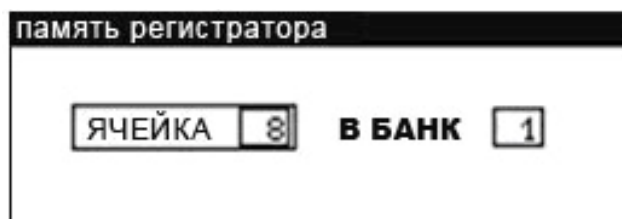

Рис.47. Очистка ячейки памяти : 1 – № банка, 8 – № ячейки, **1** – банк с минимум одной занятой ячейкой, **8** – занятая ячейка
- клавишами \leftarrow и \rightarrow подсветить поле выбора банка или ячейки и клавишами \leftarrow и \rightarrow выбрать номер банка и ячейки, которую нужно очистить (Рис.47)